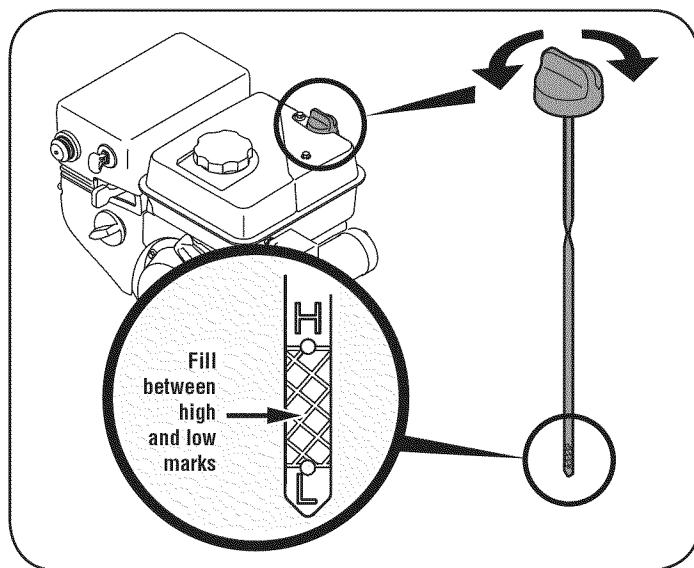

Figura 11
- Retire el tapón de llenado de aceite. Si el nivel está bajo, agregue aceite lentamente hasta registros de nivel del aceite entre alto (H) y bajo (L). Vea la Figura 11.